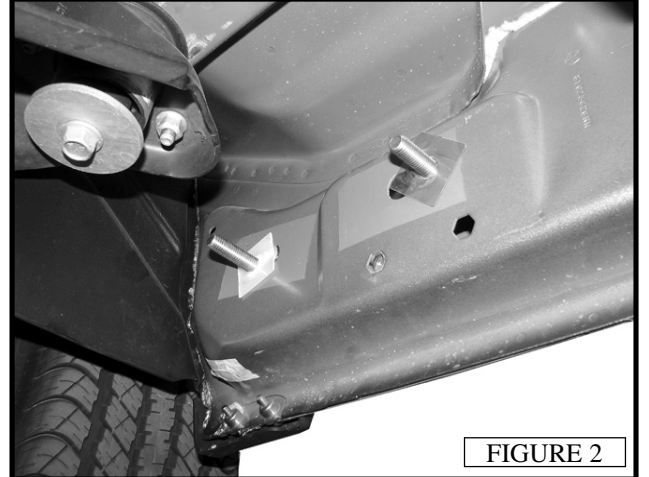

FIGURE 2
4. Partially thread (1) M11 plastic retainer to (1) M12 stud plate, then insert it into the most frontal slot. Tighten the plastic retainer so the stud plate is secure. (FIGURE 2)
7. Unscrew the vehicle's body mount bolt located to the left of the mounting bracket. Attach (1) mount support bracket between the body mount and body mount bolt assembly. (FIGURE 2)
4. Fileter partiellement (1) arrêtoir M11 à (1) plaque à goujon M12, puis l'insérer dans la fente la plus frontale. Serrer l'arrêtoir pour que la plaque à goujon soit solidement fixée. (FIGURE 2)
7. Dévisser le boulon de support de la carrosserie du véhicule situé sur la gauche du support de fixation. Attacher (1) support de fixation entre le support de la carrosserie et le boulon de support de l'assemblage de la carrosserie. (FIGURE 2)